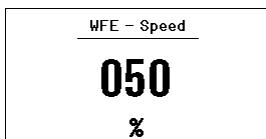

Fig. 35:
Lödstationen WX 1 visar symbolen eller namnet för den anslutna enheten (23) till vänster (= porten på framsidan (18), se fig. 35) eller till höger (= porten på baksidan) .